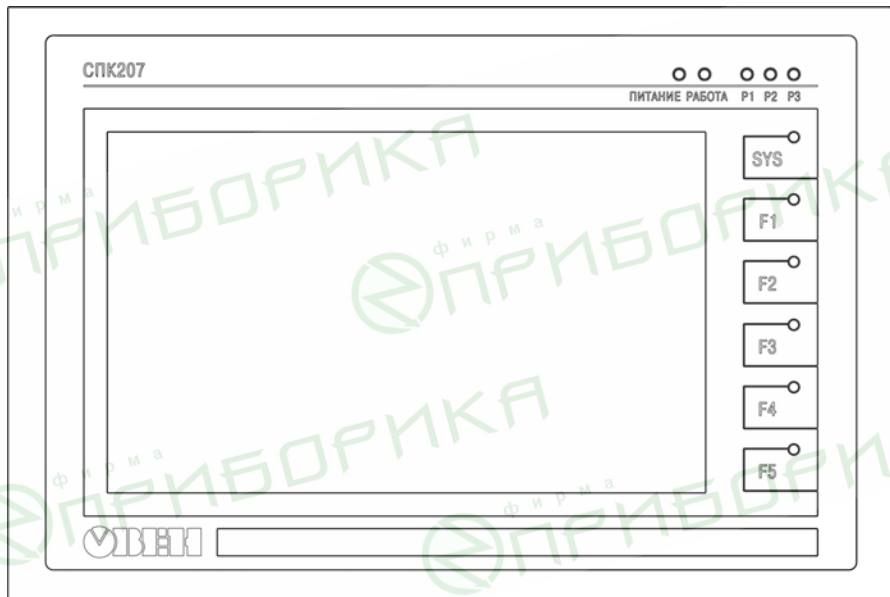

Рисунок 3.1 – Внешний вид лицевой стороны панели
На лицевой стороне панели (рисунок 3.1) расположены:
- кнопки: «SYS», «F1», «F2», «F3», «F4», «F5» и шесть соответствующих одноцветных единичных индикаторов, загорающихся в момент нажатия кнопки (рисунок 3.1).